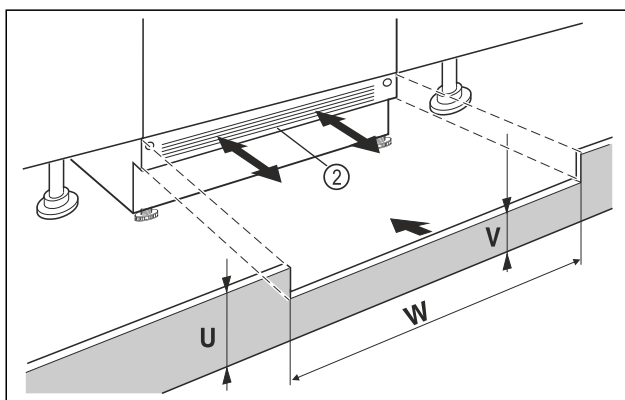

Fig. 15 Beispielhafte Darstellung
- ▶ Gerätesockelblende Fig. 15 (2) aufsetzen aber noch nicht fixieren.
- ▶ Bei sichtbarer Sockelblende Fig. 15 (2), diese so weit nach vorn ziehen, dass Vorderkante Lüftungsgitter und Möbelsockelblende eine Ebene bilden.
- ▶ Bei verdeckter Sockelblende Fig. 15 (2), diese ganz nach hinten schieben.
- ▶ Auf komplett freie Lüftungsschlitze achten: Bei Bedarf Höhe der Möbelsockelblende Fig. 15 (U) zuschneiden!
- ▶ Entlang der Nischenbreite Fig. 15 (W) die Steghöhe Fig. 15 (V) unter der Gerätesockelblende Fig. 15 (2) einpassen.